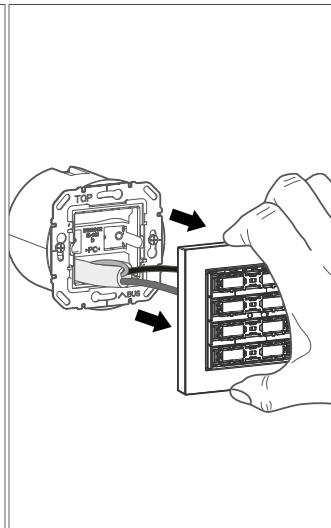

Fig. 21: Ta bort enhe-
- 3 Ta bort tryckknappsmodulen från stödringen. Håll i designramen (se Fig. 21).